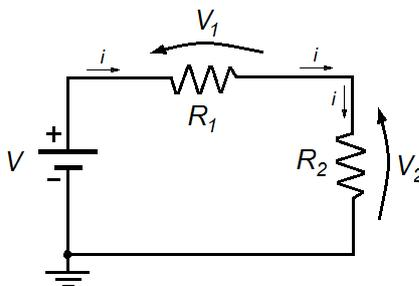

Figura 1: Esquema elétrico do circuito divisor resistivo.
Neste item analisaremos o circuito divisor resistivo apresentado na **Figura 1**.
Considere os valores nominais de $R_1 = R_2 = 100 \text{ k}\Omega$. Meça o valor dos resistores R_1 e R_2 com o ohmímetro, e a seguir, monte o circuito da **Figura 1** num **protoboard** (informações sobre protoboard encontram-se no **Anexo 3_Protoboards.pdf**).
- . Programe a fonte de tensão para fornecer **12 V** e conecte-a ao circuito da Figura 1.
- Calcule** a tensão V_2 do circuito da Figura 1, considerando: os valores experimentais dos resistores e resistência interna infinita do voltímetro (voltímetro ideal).
- Compare** os resultados dos cálculos com os resultados experimentais (item 2.1)
Troque os resistores da Figura 1 para $R_1 = R_2 = 10 \text{ M}\Omega$, mantendo a tensão de alimentação em 12 V .
Repita a montagem do circuito resistivo da Figura 1 com $R_1 = R_2 = 100\ \text{k}\Omega$. No entanto, agora você irá alimentar o circuito com uma fonte de tensão alternada (utilize o gerador de funções modelo **33500B da Agilent**).